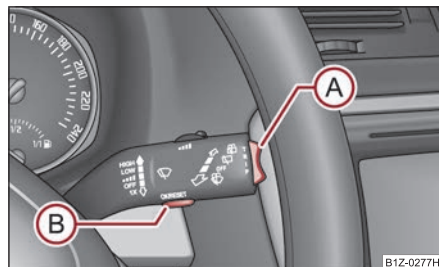

Fig. 28 Display de información: Elementos de mando en la palanca de limpiacristales
- **MAIN MENU (MENÚ PRINCIPAL)** se activa pulsando la tecla basculante (A) ⇒ fig. 28 durante más de 1 segundo.
- Mediante la tecla basculante (A) se puede elegir entre los menús. Después de pulsar brevemente la tecla (B) se indicará la información seleccionada.